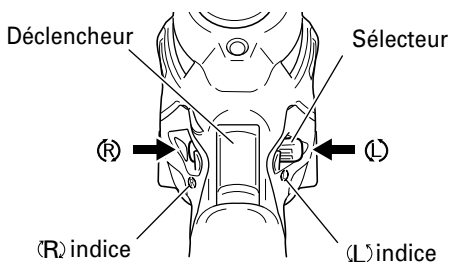

Fig. 6
La mèche tourne dans le sens horaire (vu de l'arrière) quand on appuie sur côté-R du sélecteur. En appuyant sur le côté-L du sélecteur la mèche tourne dans le sens anti-horaire (Voir Fig. 6). (Les repères (L) et (R) sont marqués sur le corps).